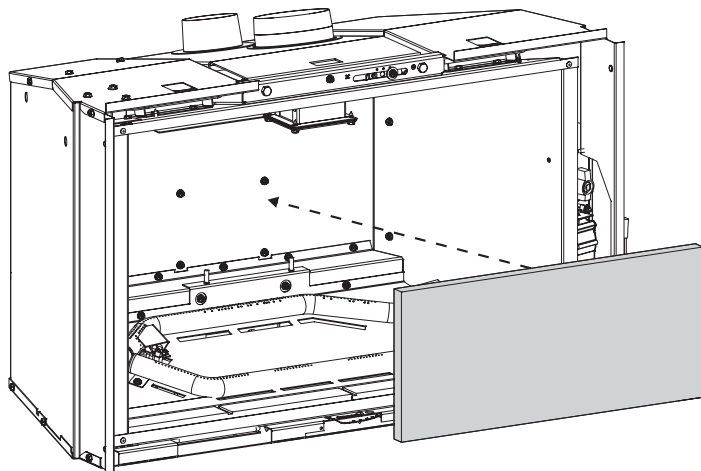

Figure 2
1. Placer la garniture arrière sur le mur du fond de l'âtre en la retenant d'une main. **Voir Figure 2.**